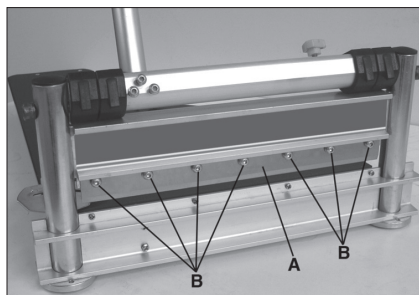

FIGURE 13
1. Pour retirer le couteau (Fig. 13-A), dévissez et retirez les sept vis à tête hexagonaux (Fig. 13-B) en utilisant la clé hexagonale fournie. Retirez soigneusement le couteau.